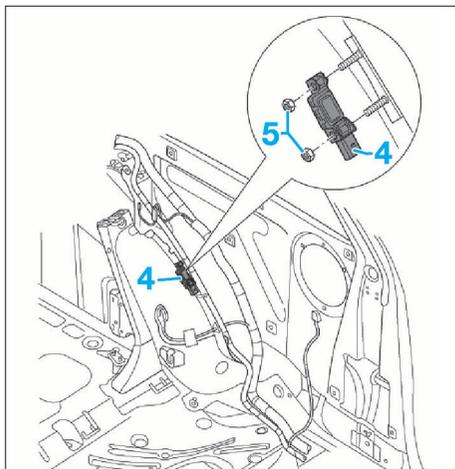

FIG. 26
- Débrancher le connecteur du capteur de collision (4) (Fig.26).
- Déposer les deux vis (5).